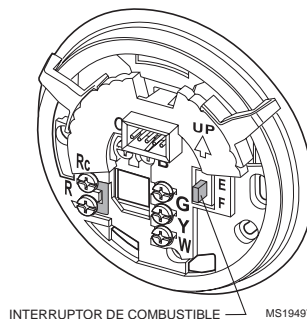

Figura 3. Interruptor de combustible.
- ❑ Para ajustar el interruptor de combustible, localice el interruptor con la etiqueta E/F en la placa de fijación (vea la Figura 3). El interruptor de combustible se ajusta en la fábrica en la posición F. Este es el ajuste correcto para sistemas de gas o de petróleo. Si tiene un sistema eléctrico de calefacción o una bomba térmica, ajuste el interruptor a E. El ajuste E permite que el ventilador se encienda de inmediato con el sistema de calefacción, donde se tenga conectada la terminal G.